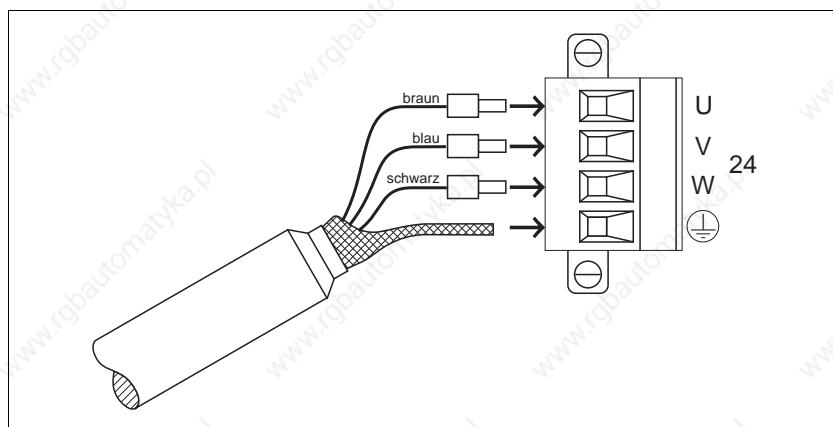

Bild 2-6 Motoranschluß
1. Die zwei Schrauben des Motorsteckers lösen und Stecker (Bild 2-6) vom Gerät abziehen.